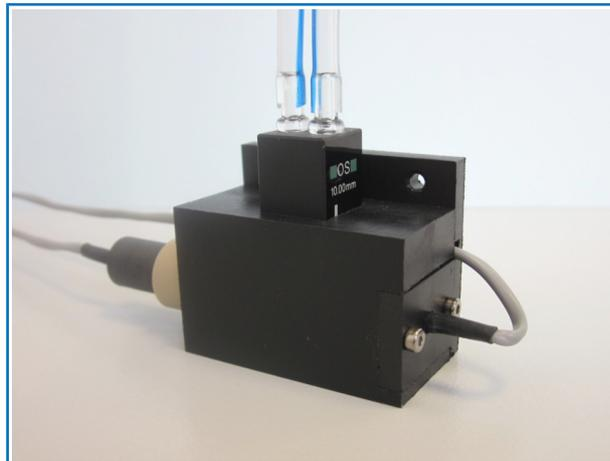

Abbildung 3: Kombination aus Messgabel und Durchflussküvette
- (1) Insbesondere beim Schlauchwechsel kann es passieren, dass Luft in den Schlauch gelangt. Bitte achten Sie darauf, dass sich diese nicht im Transmissionsfenster der Durchflussküvette ansammelt, da sie dort die Messung verfälschen würde. Die Entlüftung wird begünstigt, wenn die Durchflussküvette wie in Abbildung 3 aufrecht gestellt wird. Sollte sich eine Luftblase im Transmissionsfenster der Küvette festgesetzt haben (z.B. in einem Strömungswirbel), kann sie i.d.R. durch Fingerschnippen und aktiven Bewegungen des Schlauchs wieder abgelöst und wegbefördert werden.*
- (2) Bitte achten Sie darauf, dass das Transmissionsfenster der Durchflussküvette immer sauber bleibt.*
- (3) Nach Benetzung mit Methylenblau oder anderen Prüflösungen sollte die Durchflussküvette mit destilliertem Wasser durchgepumpt werden, um das Festtrocknen der entsprechenden Prüflösungen zu verhindern.*